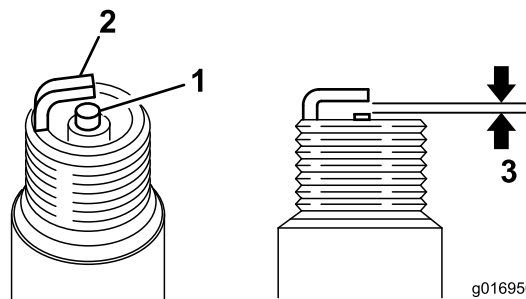

Рисунок 39
- Установите воздушный зазор в пределах от 0,6 до 0,7 мм, как показано на Рисунок 39. Установите свечу зажигания с правильным зазором и надежно затяните ее с моментом 23 Н·м.